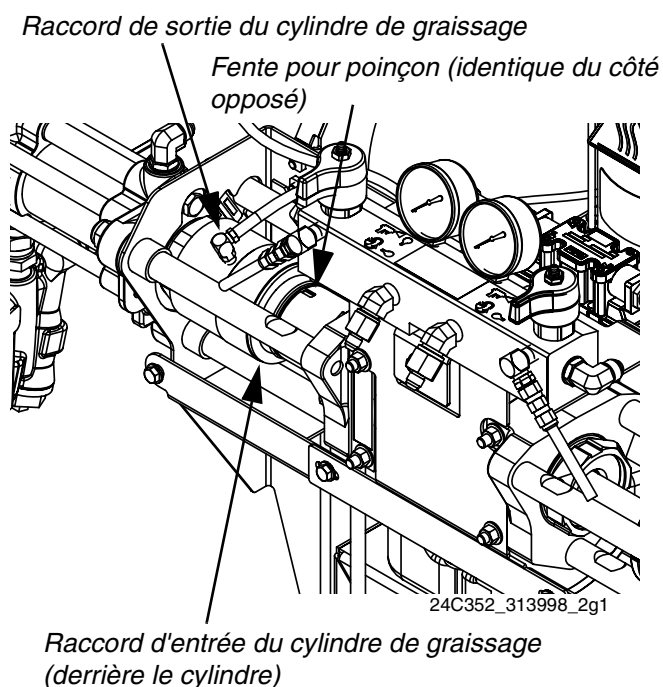

FIG. 1 : Cylindre de graissage
6. Dévissez le plus petit cylindre du pilote hydraulique et faites glisser dans le plus gros cylindre. Utilisez les fentes pour poinçon dans le cylindre de graissage pour aider à la rotation si cela est nécessaire. Consultez la FIG. 1.